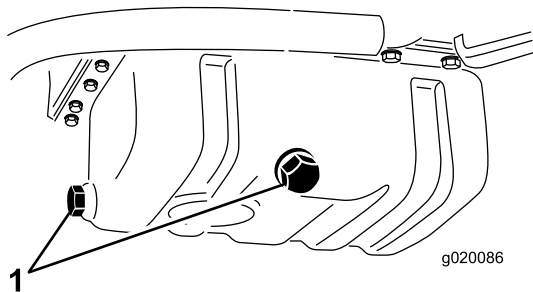

図 56
2. どちらかのドレンプラグ (図 56) を外してオイルを容器に受ける。オイルが抜けたらプラグを元通りに取り付ける。